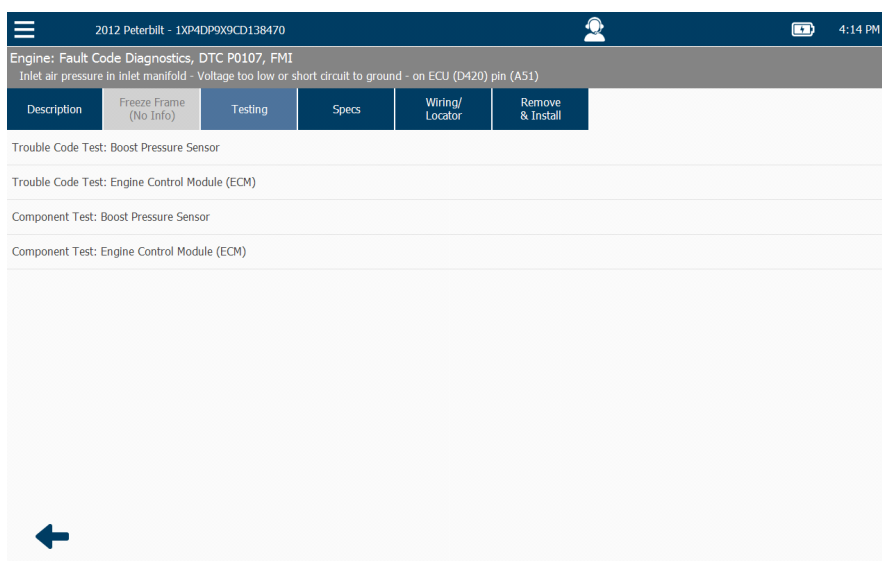

Figura 10.7 Pestaña Testing activada
- Tocar la **flecha atrás** para volver a la lista de pruebas (Figura 10.7).